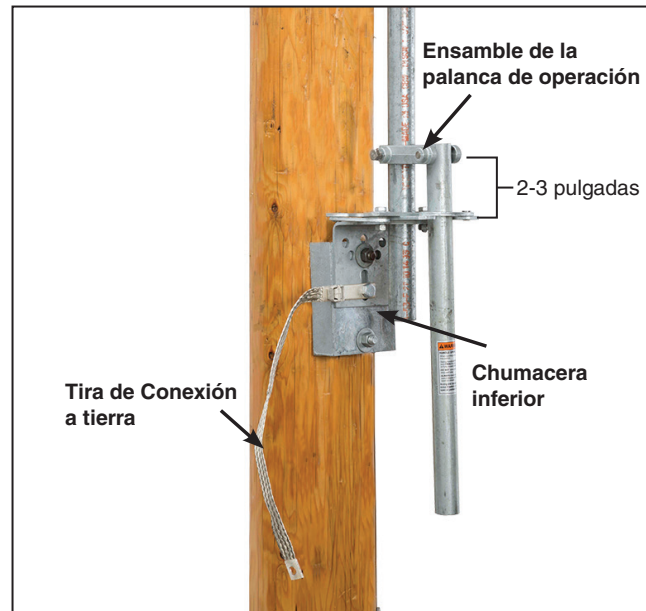

Figura 21. Instalación del ensamble de la chumacera inferior para que la palanca quede de dos a tres pulgadas sobre el ensamble de la chumacera inferior.
**PASO 20.** Deslice el ensamble de la chumacera inferior en la sección más baja del tubo en la posición mostrada en el plano de montaje. Vea la Figura 21. Ajuste el ensamble de la palanca de operación hasta que se encuentre de dos a tres pulgadas sobre el ensamble de la chumacera inferior. Apriete los tornillos perforantes de sujeción perforando el tubo. Continúe apretando hasta sentir una resistencia firme.